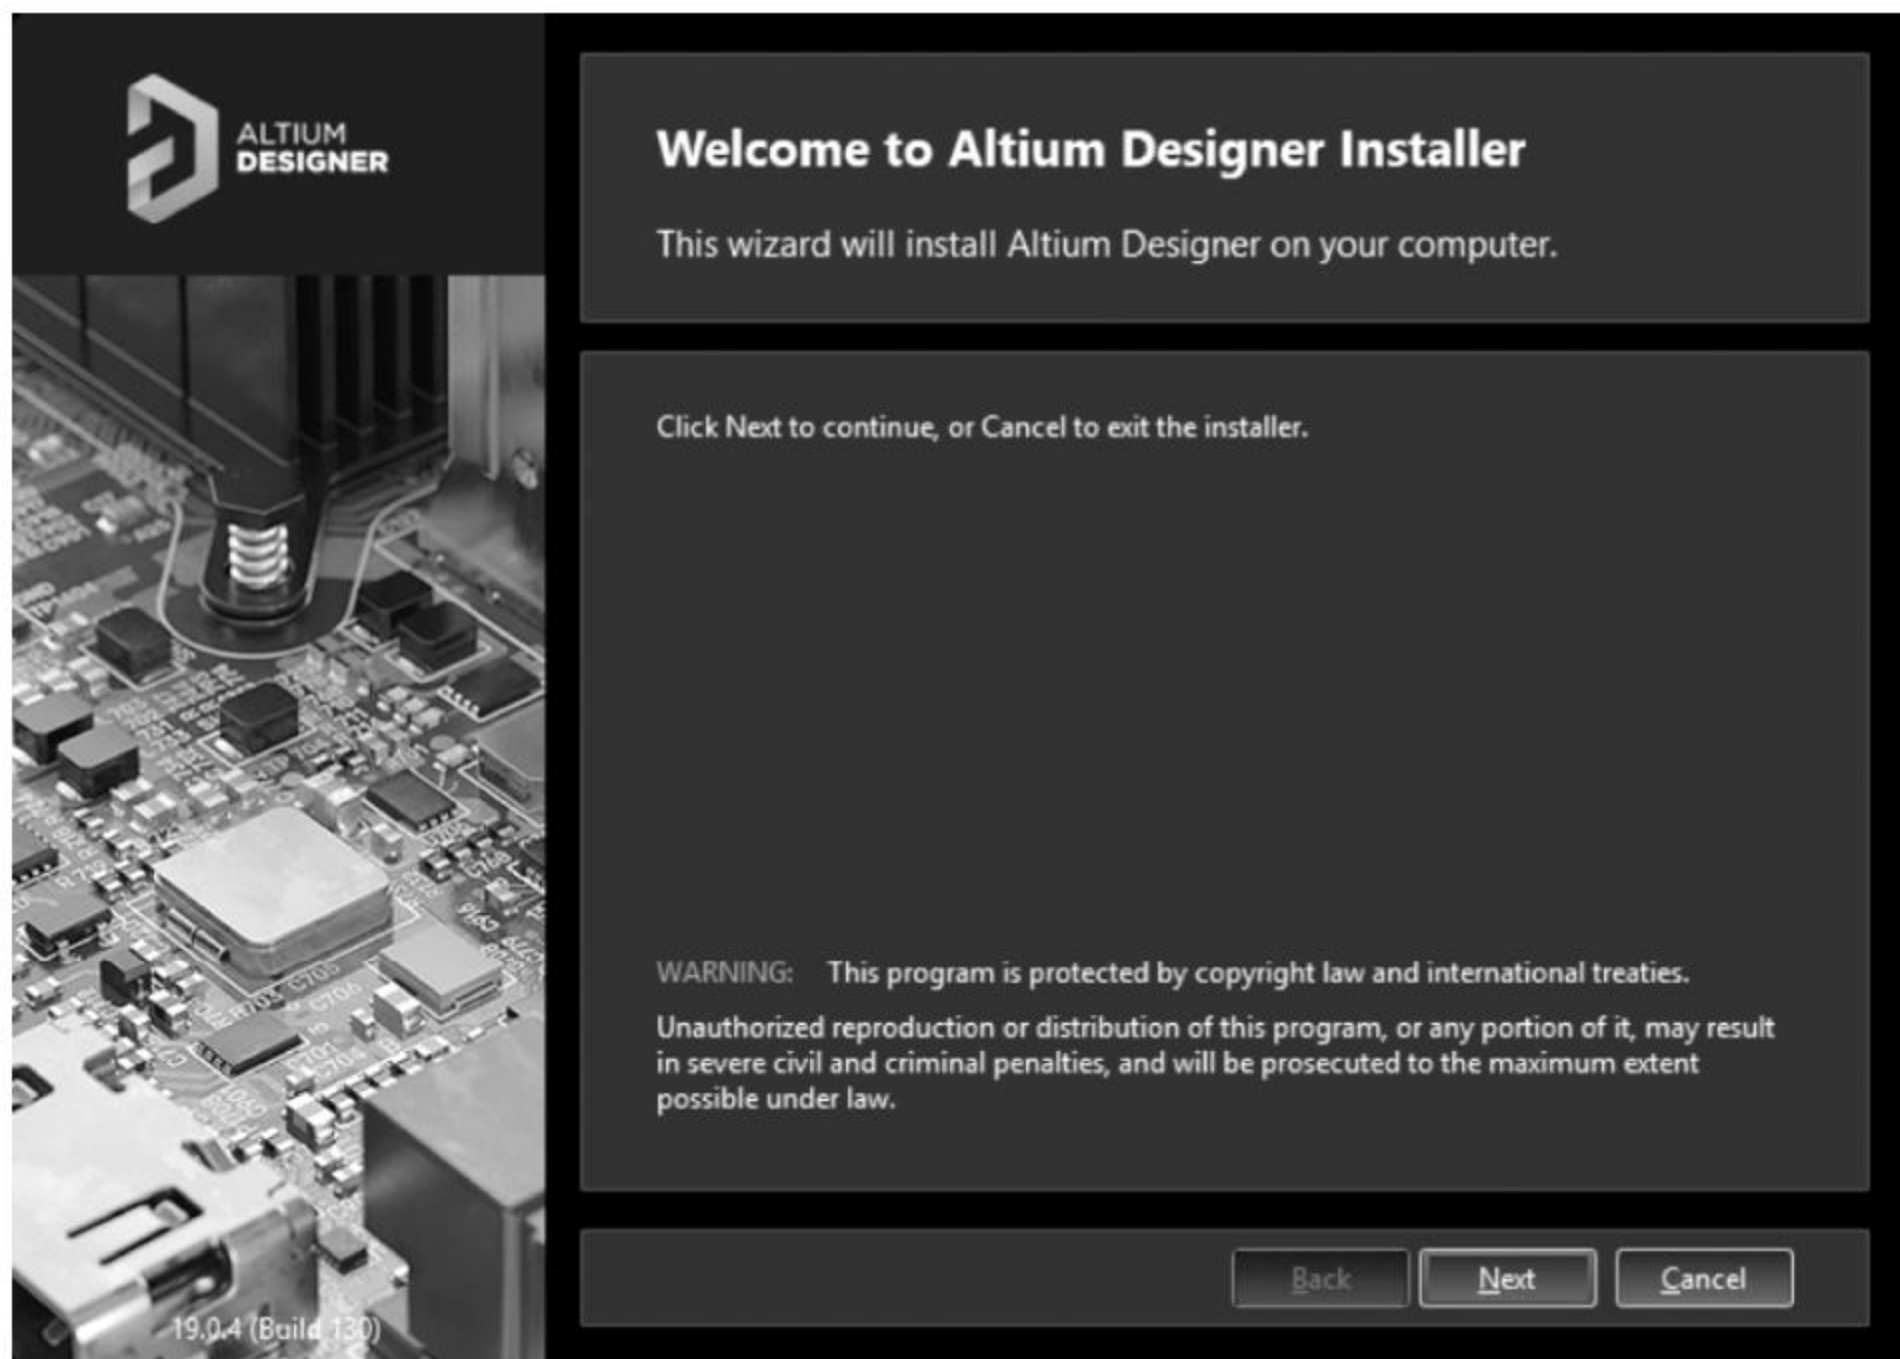

图 1-4 Altium Designer 19 安装界面
(1) 双击运行 AltiumDesigner19Setup.exe 文件，弹出 Altium Designer 19 的安装界面，如图 1-4 所示。